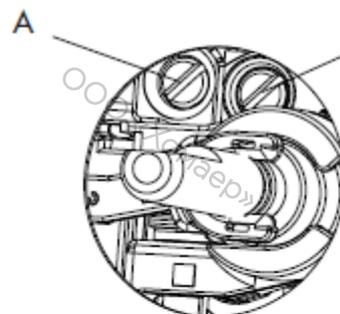

Рис. 8
- для настройки минимальной интенсивности пламени поворачивайте винт на кране (Рис. 8) при помощи отвертки, предварительно выставив кран на минимальную отметку. Для СНГ (бутан / пропан) винт необходимо плотно затянуть.